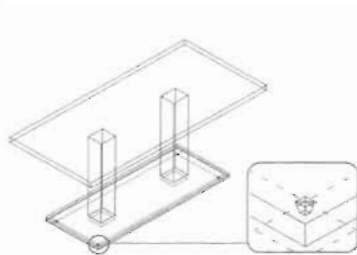

图 13-106
(11) 最后将创建的支架模型复制大餐桌底板下方, 移动时可以通过捕捉模型辅助线上的端点进行定位, 结果如图 13-106 所示。